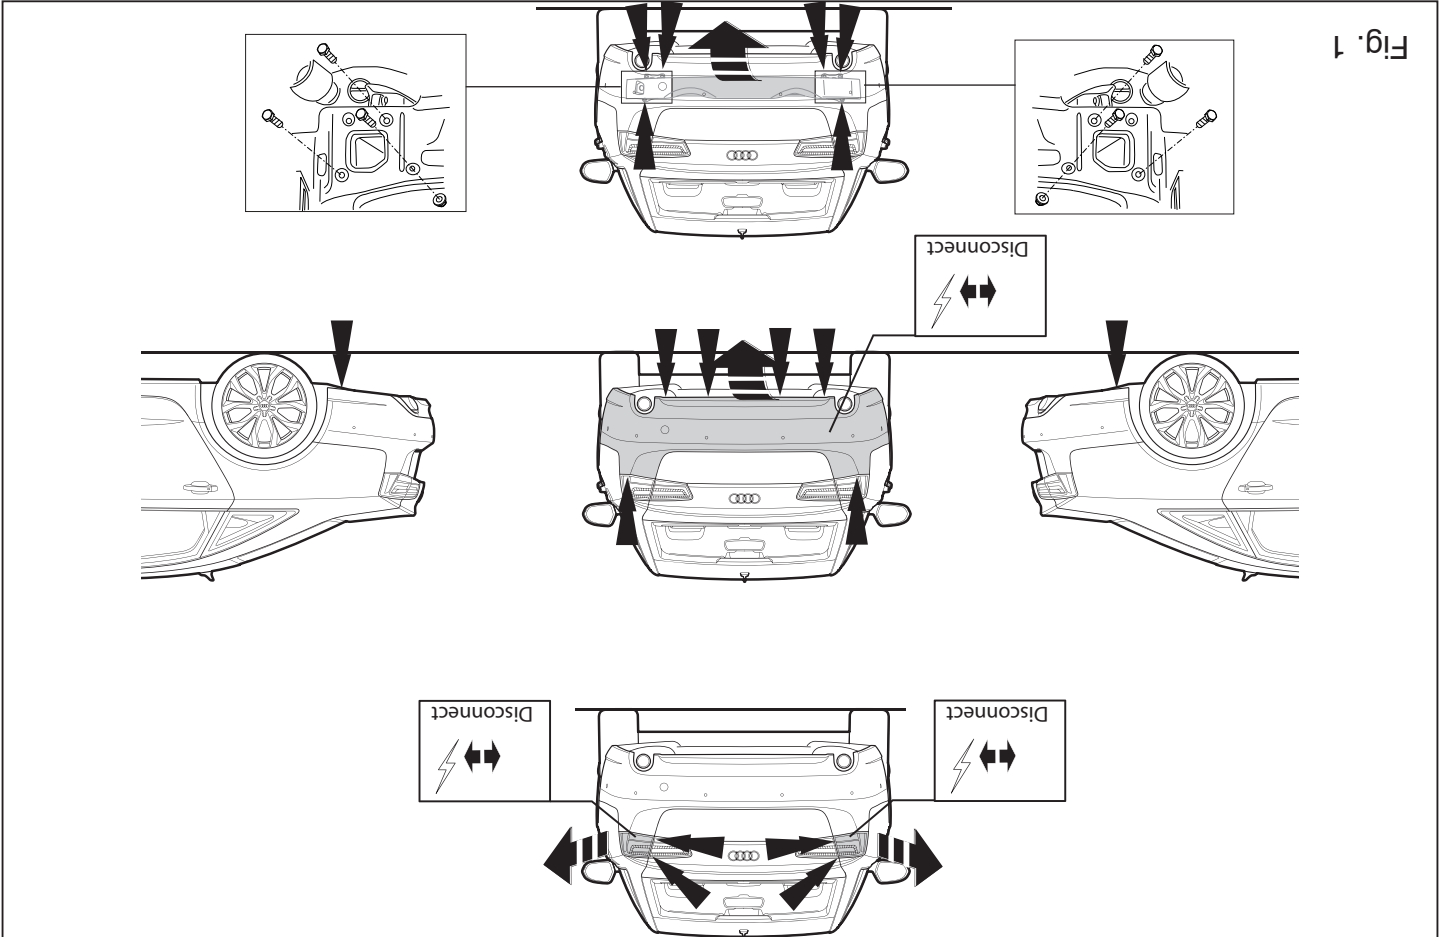

Fig. 1
1. Die Rücklichter abmontieren. Die Stoßstange einschließlich des stählernen Stoßbalkens vom Fahrzeug abmontieren. Der Stoßbalken wird nicht mehr benötigt. Schrauben wieder anbringen Siehe Abbildung 1/ 1a.
lons de fixations en place. Voir la figure 1/ 1a.
1. Снять оба блока задних фар. Снять бампер вместе со стальным буферным брусом автомобиля; буферный брус больше не понадобится. См. рисунок 1/1a.
1. Demonter baglysenhederne. Demonter kofangeren, inklusive køretøjets stålstødbjælke. Denne bliver overflødig. Se fig. 1/ 1a.